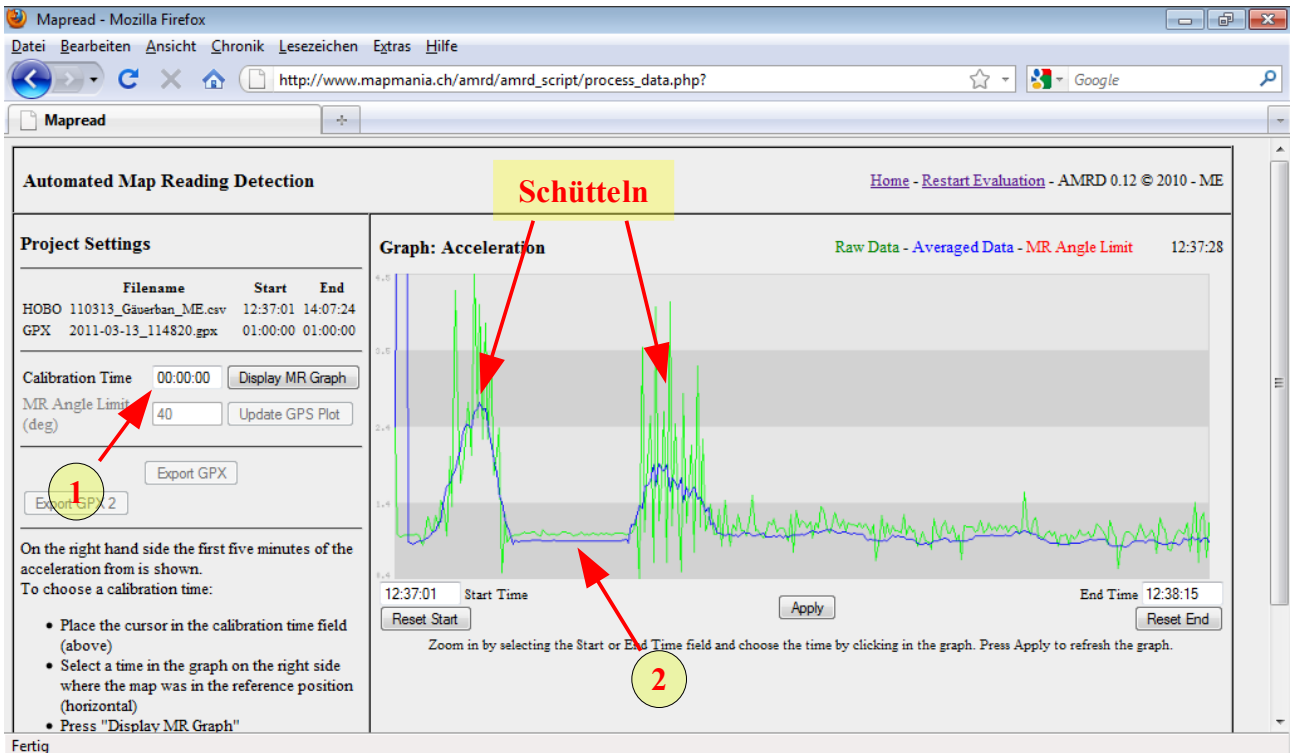

Abbildung 7: Wählen des Kalibrationszeitpunktes.
Im ersten Schritt wird die HOBO CSV Datei und die GPX Datei eingelesen (in den entsprechenden Feldern müssen die gemäss Punkt 6 exportierten Dateien angegeben werden). Nach erfolgreichem Einlesen der Daten erscheint ein Bildschirm wie in Abbildung 7 dargestellt. Auf der linken Seite sind Informationen zum Projekt dargestellt, auf der rechten Seite ist eine Grafik mit der gemessenen Beschleunigung zu sehen. Die blaue Linie stellt einen gemittelten Wert dar, während die grüne Linie die ungefilterten Beschleunigungsdaten sind.
Zur Berechnung des Kartenwinkels muss zuerst der Kalibrationszeitpunkt angegeben werden. Dazu muss zuerst in den Zeitraum hineingezoomt werden, in dem die Kalibrationssequenz durchgeführt wurde (siehe Punkt 3). Eine korrekt durchgeführte Kalibrationssequenz sieht wie in Abbildung 7 dargestellt aus. Durch selektieren des „Calibration Time“ Feldes (1) und anschliessendem klicken in die Mitte des Kalibrationsperiode (2) wird der Kalibrationszeitpunkt gewählt. Es wird die Zeitspanne +/- 5s vom gewählten Zeitpunkt gemittelt. Die Position des Sensors in diesem Zeitpunkt wird von nun an als idealer Kartenwinkel betrachtet. Durch drücken des „Display MR Graph“ Buttons wird die Auswertung gestartet und der Kartenwinkel (relativ zum idealen Kartenwinkel) zu jedem Zeitpunkt berechnet.